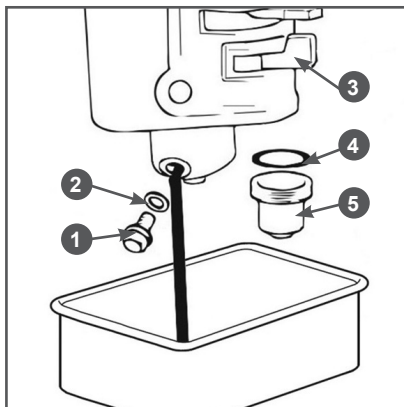

Рис. 18 Обслуживание фильтра-отстойника карбюратора
3. Открутите болт сливного отверстия 1 и слейте топливо из поплавковой камеры карбюратора (Рис. 18).
4. Открутите стакан отстойника 4, вылейте из него топливо в ранее подготовленную емкость (Рис. 18).
1. Слейте топливо из топливного бака и карбюратора (Рис. 18).